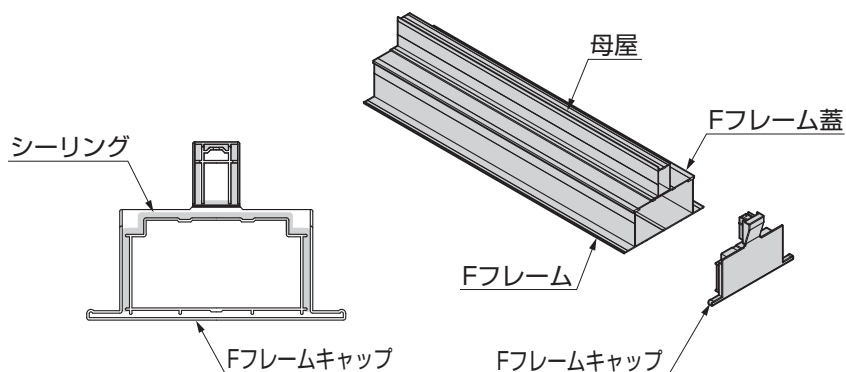
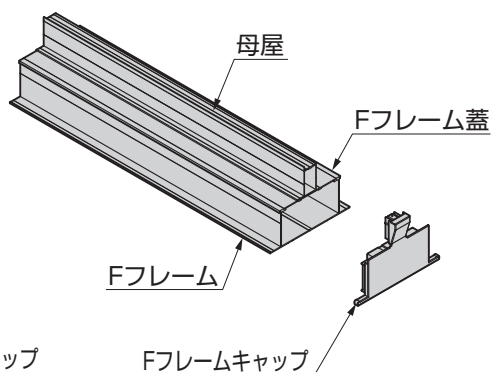

図5-7
図5-8
- ①図のようにFフレームを梁の母屋取付け穴から前枠側に50.5mmの位置に【20-1】で取付けてください。
- ②FフレームにFフレーム蓋を【20-1】で取付けてください。
- ③Fフレーム蓋の上に母屋をのせ、母屋の取付け穴をFフレーム蓋の中央部前枠側のV溝に合わせ、【20-1】で取付けてください。
- ④Fフレームキャップにシーリング材を充てんしてFフレームと母屋に取付けてください。(図5-7、図5-8参照)